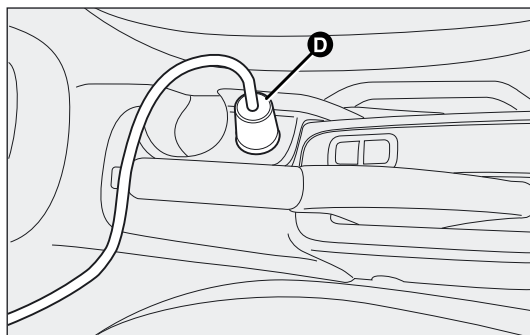
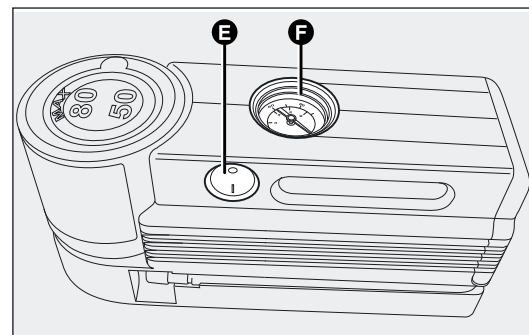

fig. 144
fig. 145
- ☐ controleer of de schakelaar E-fig. 145 van de compressor in stand 0 (uitgeschakeld) staat, start de motor, steek de stekker D-fig. 144 in de stekkerdoos en schakel de compressor in door de schakelaar E-fig. 145 in stand I (ingeschakeld) te zetten. Pomp de band op tot de juiste bandenspanning is bereikt (zie de paragraaf „Bandenspanning” in het hoofdstuk „Technische gegevens”). Controleer de bandenspanning op de manometer F-fig. 145. Voor een nauwkeurige aflezing moet de compressor worden uitgeschakeld;